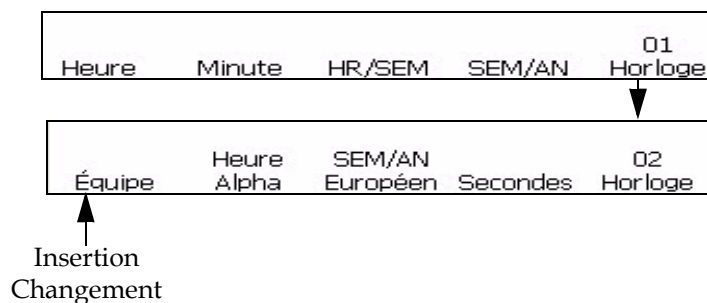

Figure 5-37: Insertion d'un code de changement de session dans un message
- 1 Commencer dans la Fenêtre <02 Horloge> (01 Editer > 02 Editer - Insertions > 01 Insertion - Horloge > 01 Horloge > 02 Horloge). Voir Figure 5-37.